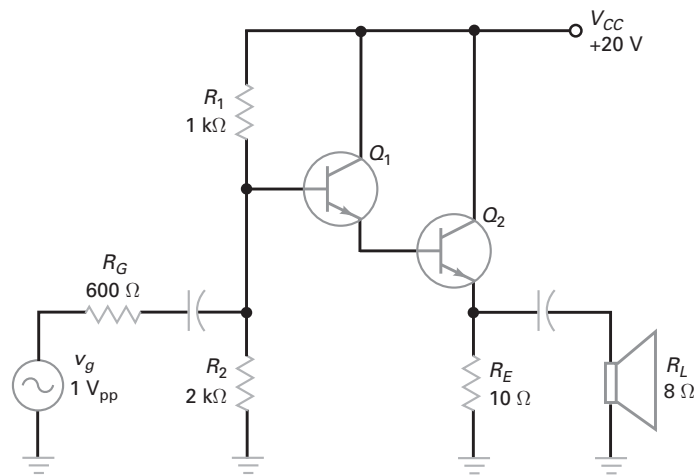

Figura 9-32
9-22 Os dois transistores têm um β de 150 na Figura 9-32. Qual a impedância de entrada da primeira base?
- 9-23** Na Figura 9-32, qual é a tensão CA na entrada da base de Q_1 se o par Darlington tem um ganho de corrente total de 2.000?